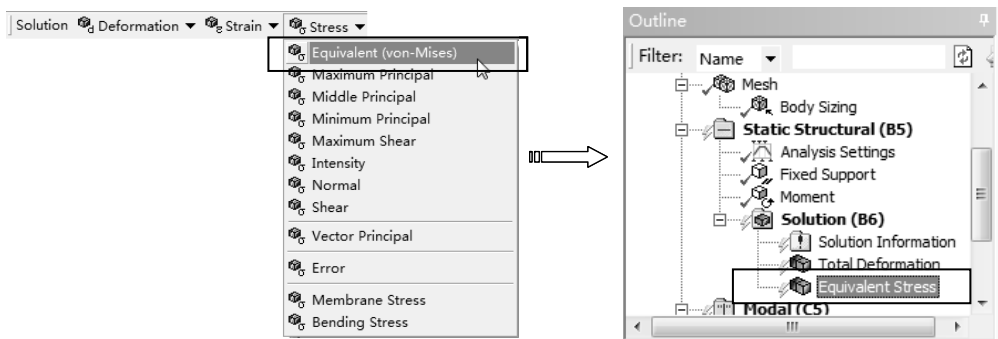

图 6-30 添加应力求解项
3) 求解应力。单击【Solution】工具栏上的【Stress】|【Equivalent (von-Mises)】命令, 此时在分析树中插入【Equivalent Stress】项, 如图 6-30 所示。